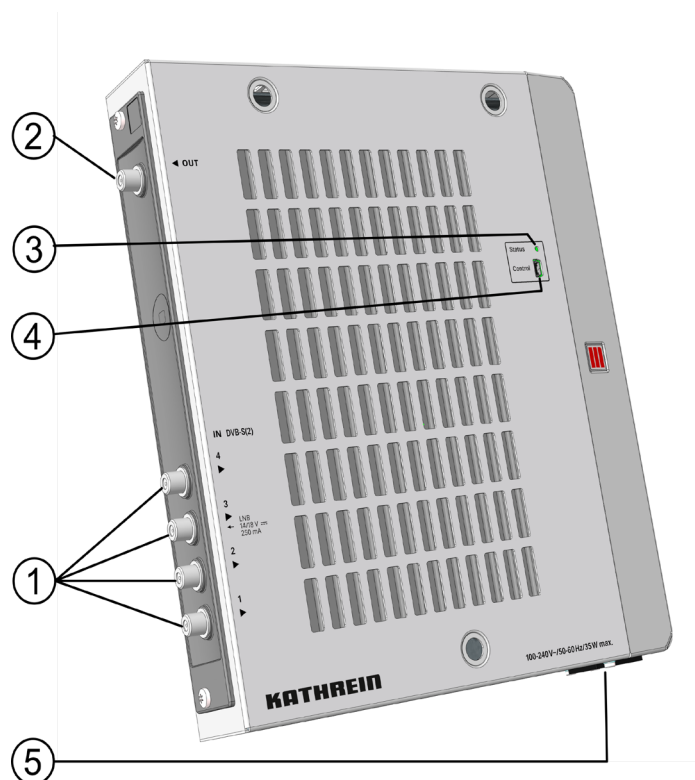

Abb. 1: Geräteelemente
1. Schließen Sie die HF-Signalleitungen an die Kopfstelle an; siehe ①, ② und ③ in Abb. 1, S. 3.